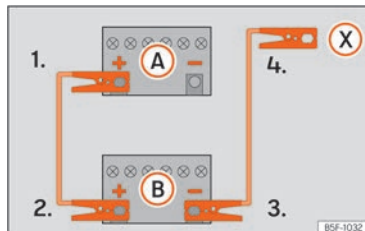

Fig. 77 Schéma de branchement pour les véhicules non équipés du système Start-Stop.
2. Raccordez une extrémité du câble de démarrage rouge au pôle positif (+) du véhicule dont la batterie est déchargée **(A)** » » **fig. 77**.
- 4a. *Sur les véhicules sans système Start-Stop* : raccordez une extrémité du câble d'urgence noir à la borne négative (-) du véhicule fournissant le courant **(B)** » » **fig. 77**.